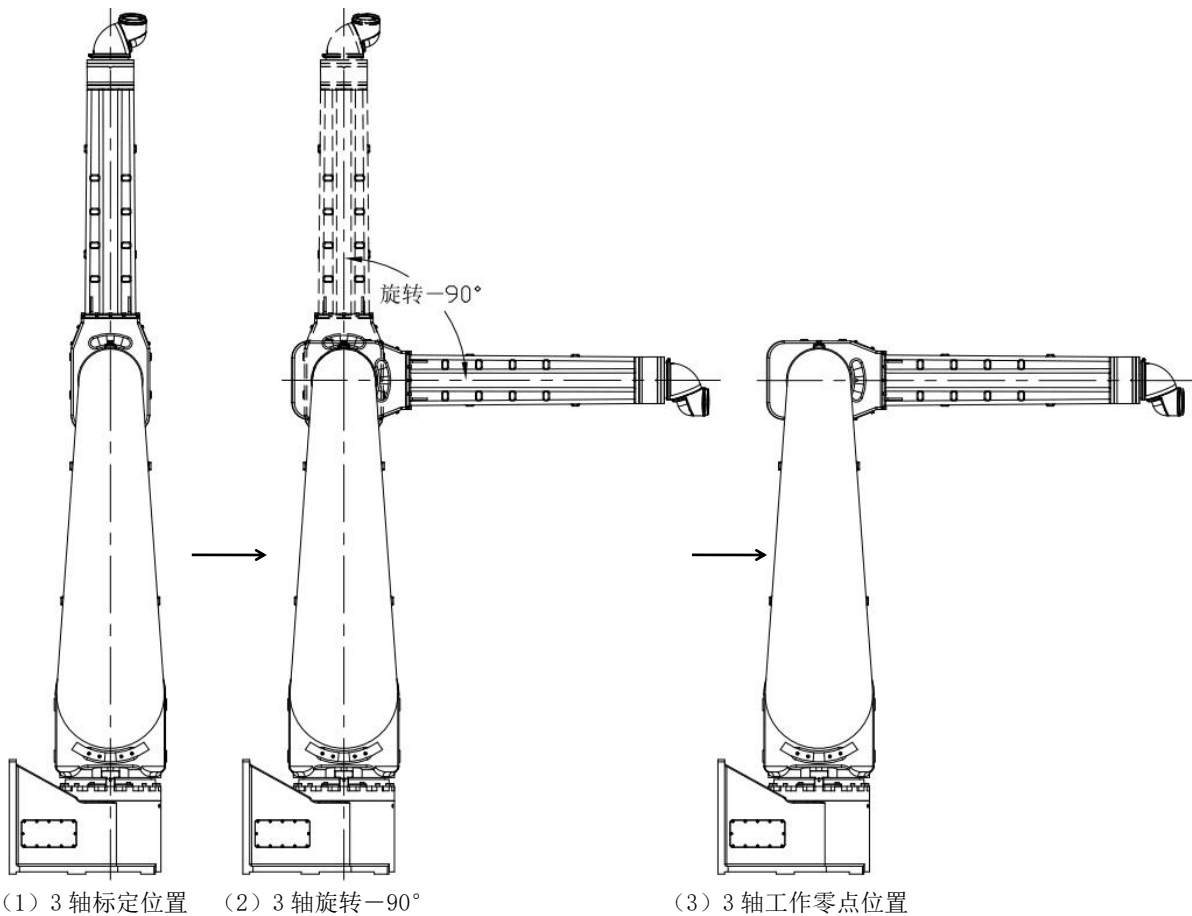

图 2-6 3 轴零点校准
(2) 3轴标定点：机器人 3 轴标定点只作机器人零点标定及零点校准使用，并不是机器人实际使用零点，机器人实际使用零点为机器人标定点校准后 3 轴旋转 -90° ，如图 2-6 所示：